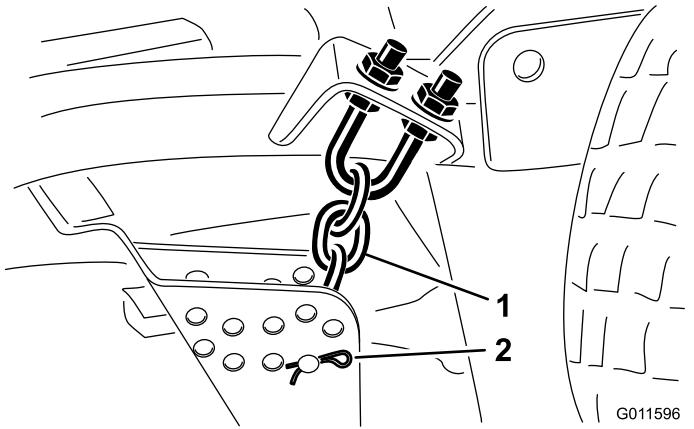

Figura 21
8. Togliete la coppia e il perno con testa che fissano le catene dell'altezza di taglio sul retro del piatto di taglio (Figura 21).